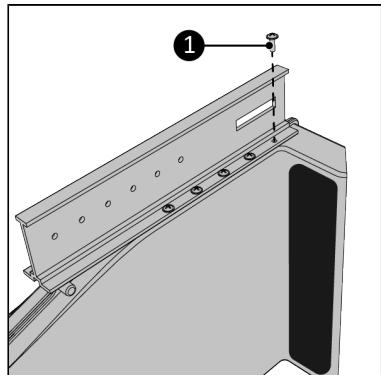

Abbildung 131.
6. Schrauben Sie die Hauptschiene mit den zehn Schrauben 3,5 x 10 mm (Abbildung 131, Pos. 1) am Way-out fest. Stellen Sie sicher, dass alle Schraubenlöcher übereinstimmen.